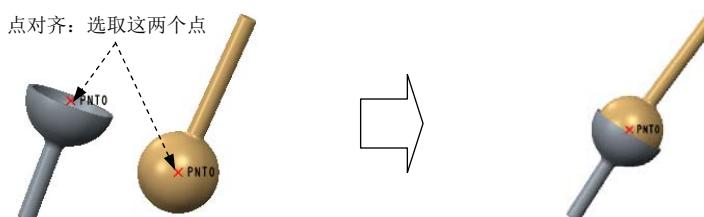
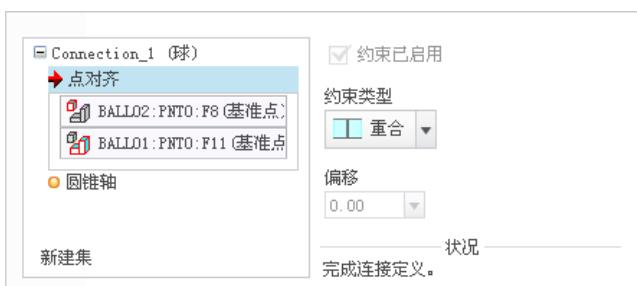

图 3.6.1 创建球（Ball）连接
图 3.6.2 “点对齐”约束参考
Step4. 引入第二个元件 BALL02.prt，并将其调整到图 3.6.1 所示的位置。
(1) 在连接列表中选取 球 选项，此时系统弹出“元件放置”操控板，单击操控板菜单中的 **放置** 选项卡。
(2) 定义“点对齐”约束。分别选取图 3.6.1 所示的两个点为“点对齐”约束参考；此时 **放置** 界面如图 3.6.2 所示。